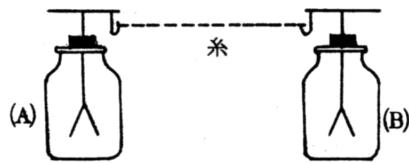

図2 電位差がないと電流は流れない
4) 電流は電位差がないと流れないことを示す方法 (図2参照)